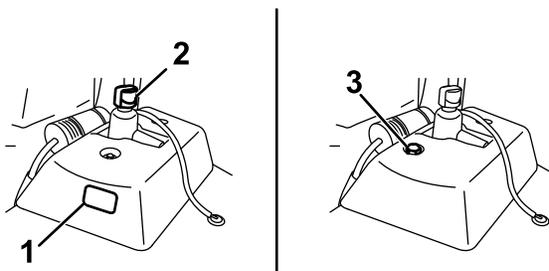

図 54
- 補助油圧オイルタンクに油量確認窓がついている場合は、そこで確認し図 54 ステップ 5 に進んでください。
- 補助油圧オイルタンクに油量確認窓がない場合は、マシン上部にあるディップスティックを探し出し図 54 ステップ 3 に進んでください。